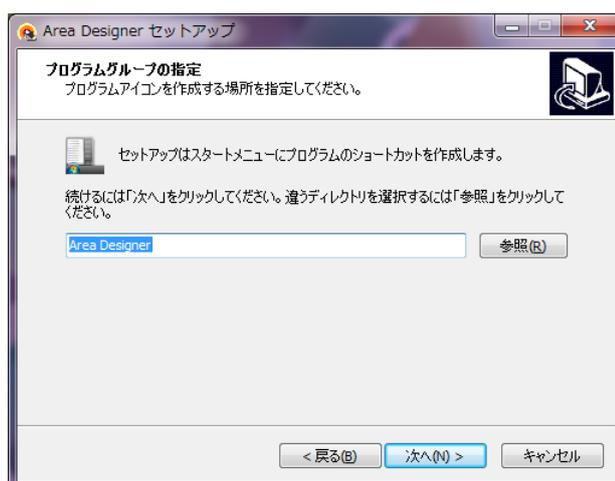

図 2-4 プログラムグループの指定画面
6. 図 2-4 の「次へ」をクリックすると、「Area Designer」の追加タスクの選択画面に移動します。インストール時に実行する追加タスクを選択後、「次へ」をクリックしてください。